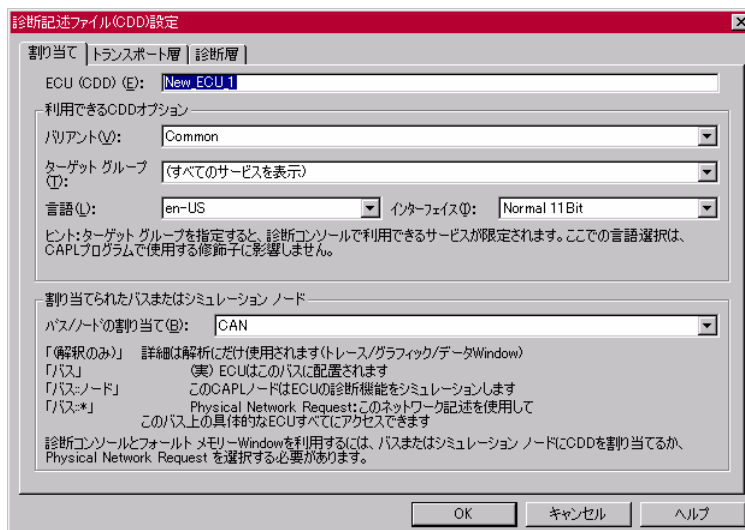

図 16 診断記述ファイル (CDD) 設定ダイアログ
3) 診断記述ファイル (CDD) 設定ダイアログ (図 16 診断記述ファイル (CDD) 設定ダイアログ) より、ダイアログ内の各項目を必要に応じて設定し [OK] ボタンを押します。